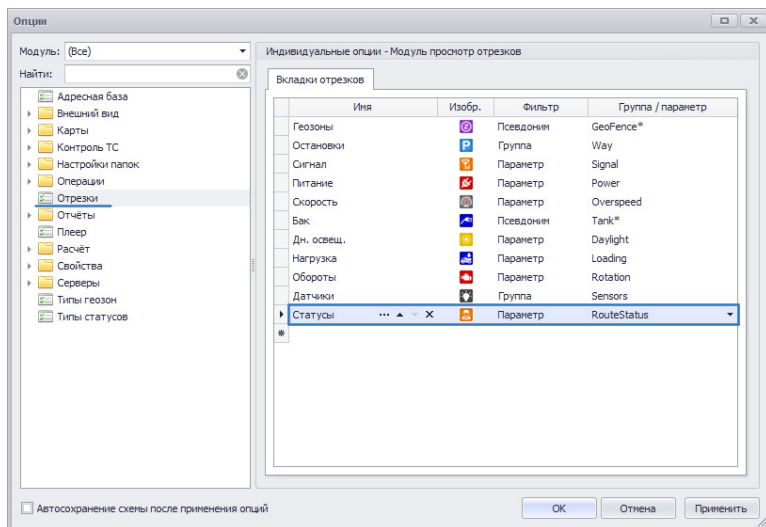

Рис.188. Настройка вкладки статусов для Модуля просмотра отрезков.
- Перейти в меню «Опции» в раздел Отрезки (Рис.188).
- На вкладке «Вкладки отрезков» добавить новый отрезок и выполнить фильтрацию по параметру RouteStatus (Рис.188).